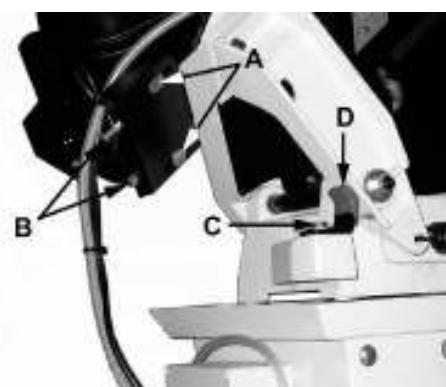

Рис.7
Открутите шестигранные винты (A, Рис. 7).
Открутите шестигранные винты (C, Рис. 7) и снимите блокировку рычага пилы (D).